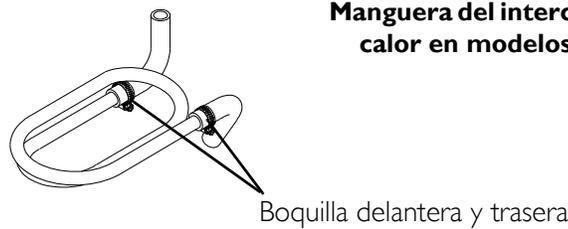

FIGURA 23.2 Prueba de fugas
- C. Las conexiones de la manguera de la válvula P. E. situadas sobre los tamices (FIGURA 23.2).
- D. Las boquillas situadas en la tapa del tanque del producto y las válvulas de contención (FIGURA 23.2).
- E. La boquilla delantera y trasera del intercambiador de calor (FIGURA 23.2).
8. Desconecte la fuente de alimentación (O) y desenchufe la unidad.